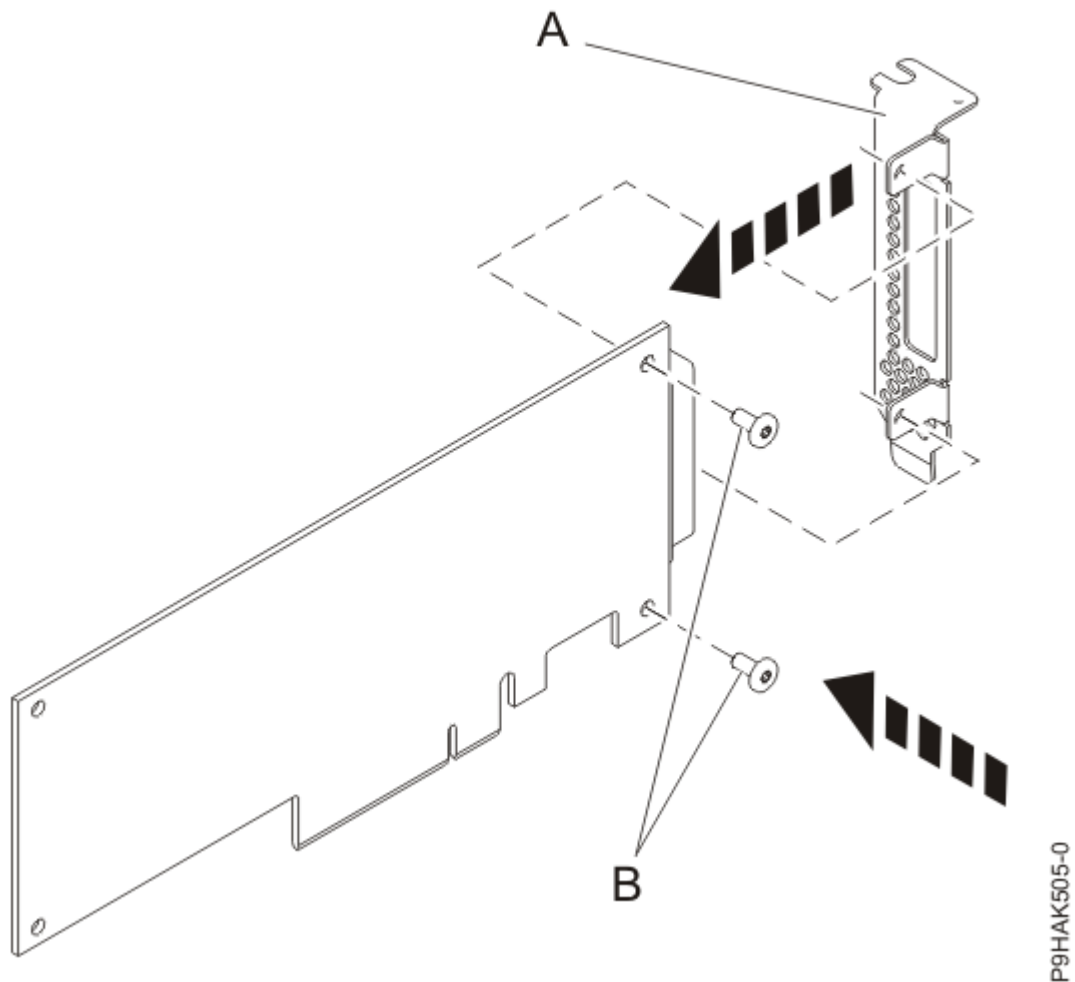

Abbildung 48. Den kurzen Adapterkassettenhalter am Adapter befestigen
14. Befestigen Sie mit einem Kreuzschlitz-Schraubendreher und den beiden Sicherungsschrauben (B) den Haltesteg (A) vom fehlerhaften Adapter am neuen Adapter, wie in Abbildung 48 auf Seite 76 dargestellt.